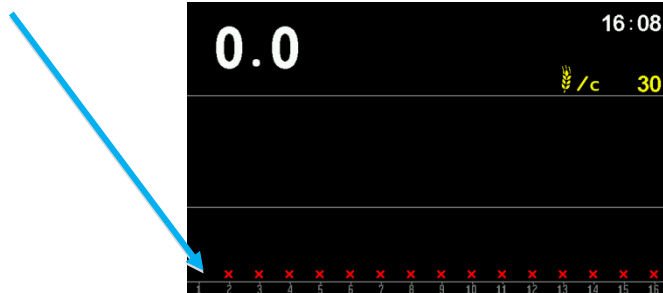

Рисунок 22
3. Находясь на главном экране (см. "Рисунок 22") нужно открыть главное меню нажатием кнопки "Меню".